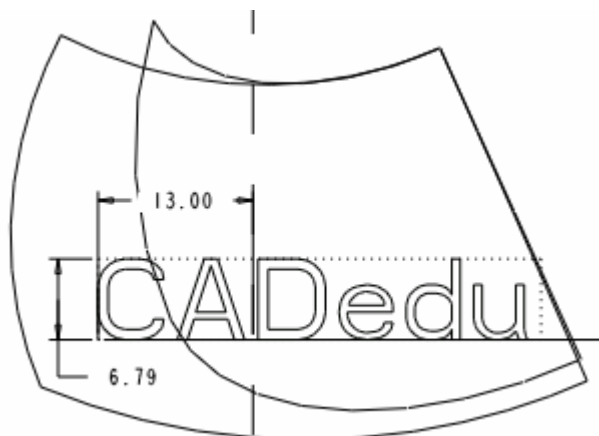

图 36-19
- (6) 单击  按钮，完成文本的草绘，修改文本定位尺寸，完成文本绘制，如图 36-19 所示。